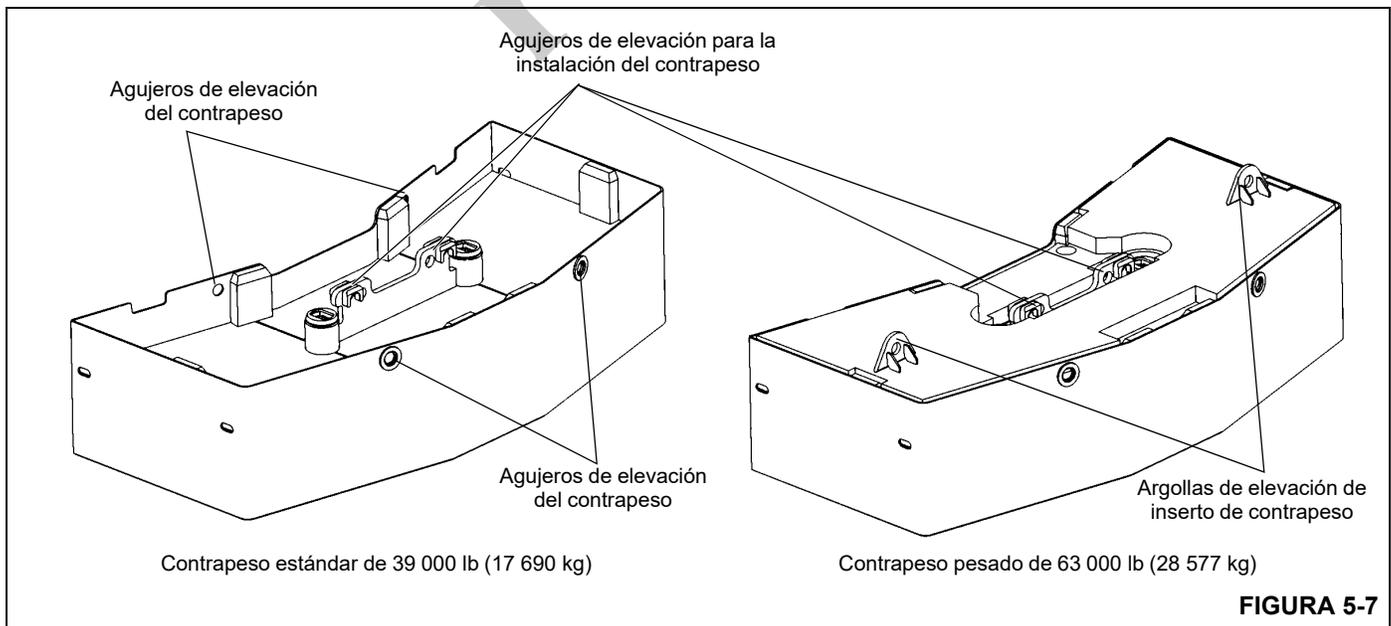
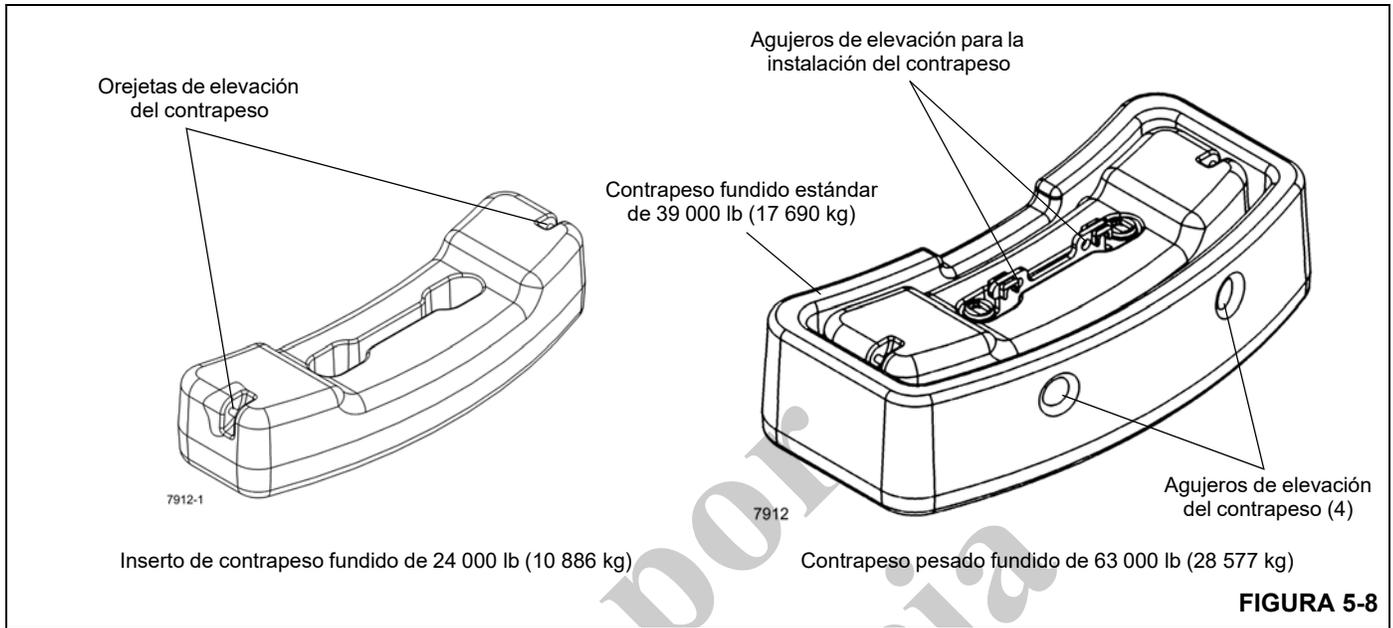

FIGURA 5-7
FIGURA 5-8
4. Conecte el conjunto de eslinga al contrapeso estándar por medio de los agujeros de elevación de instalación (Figura 5-7 y Figura 5-8).
1. Enhebre la grúa con tres secciones de cable (Figura 5-7 y Figura 5-8).
10. Conecte el conjunto de eslinga al contrapeso estándar por medio de los agujeros de elevación de instalación (Figura 5-7 y Figura 5-8).
6. Conecte el conjunto de eslinga al conjunto de contrapeso pesado por medio de los agujeros de elevación de instalación (Figura 5-7 y Figura 5-8).
- Enhebre la grúa con cinco secciones de cable (Figura 5-7 y Figura 5-8).